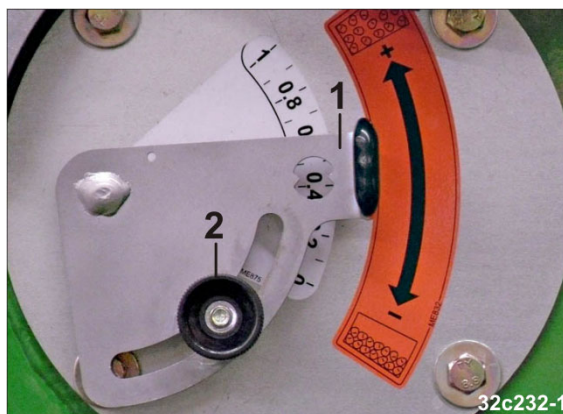

Fig. 171
1. Réglez le déflecteur d'air à l'aide du levier (Fig. 171/1) (voir "Indication pour le réglage", chap. 5.5.4, en page 72).
2. Bloquez la position du levier à l'aide de la vis moletée (Fig. 171/2).